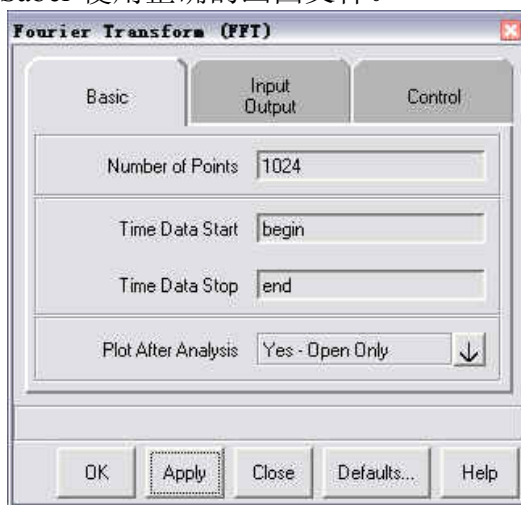

图 4-4 FFT 分析面板
- 1、显示 FFT 面板 (Analyses>Fourier>FFT), 如图 4-4 所示